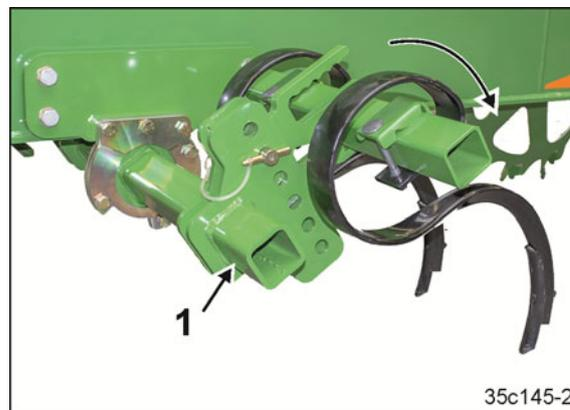

Рис. 238
1. Приведение рыхлителей колеи трактора в рабочее положение (Рис. 238/1):
1. Переместите тракторные следорыхлители в транспортировочное положение (Рис. 238/1):